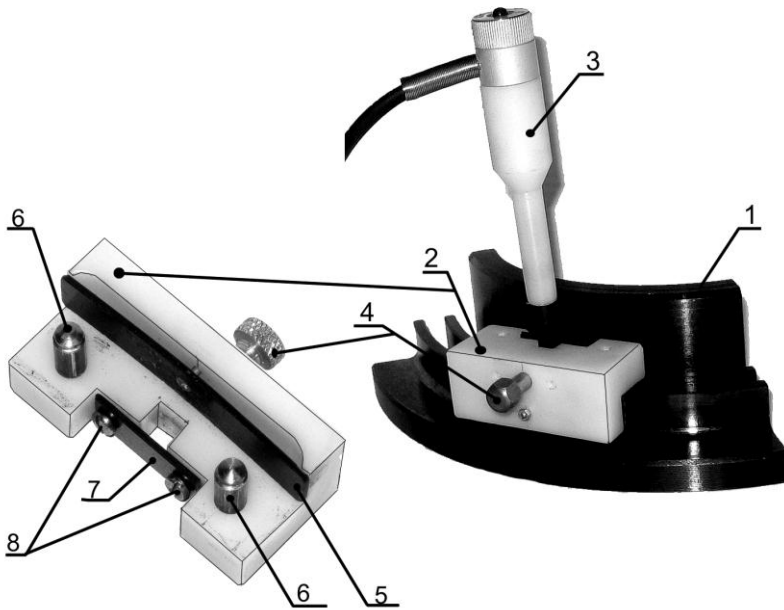
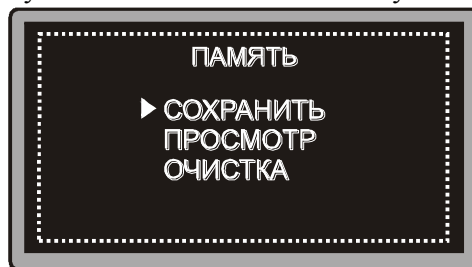

Рис. 6.9 Контроль паза П-образной формы
Рис. 6.10 Режим работы с памятью
6.11.1.1 Установить на бездефектный участок паза шкива (поз.1 рис.6.6) сканер (поз.2 рис.6.9) так, чтобы его резьбовые штифты с упорными роликами (поз.6 рис.6.9) располагались в пазу шкива, а упругая пластина (поз.5 рис.6.9) упиралась в наружную поверхность контролируемого шкива. При этом происходит упор роликов (поз.6 рис.6.10) во внешнюю стенку паза.
6.11.1.2 Вывернуть винт (поз.4 рис.6.9) так, чтобы он не препятствовал установке преобразователя в сканер.
6.11.1.3 Вставить преобразователь «Тип-Н» (поз.3 рис.6.9) в прямоугольный паз сканера до упора в дно паза шкива так, чтобы его рабочая сторона с меткой в виде белой черты была расположена к наружной стороне наружного паза. При этом преобразователь должен быть прижат при помощи пластины (поз.7 рис.6.9) к наружной контролируемой стенке паза. При отсутствии прижатия, положение преобразователя необходимо отрегулировать винтами (поз.8 рис.6.9)
6.11.1.8 Установить вновь сканер с преобразователем на бездефектный участок паза шкива, определенный по п.6.11.1.4, и с помощью винта (поз.4 рис.6.9) отвести преобразователь от контролируемой стенки на 0,1 мм. Для этого вращать винт (поз.4 рис.6.9) до упора в корпус преобразователя, затем повернуть на 30...40°.
6.11.1.11 Пять-семь раз выполнить пп.6.11.1.9, 6.11.1.10, изменяя каждый раз положение преобразователя при помощи винта на 30 - 40° (поз.4 рис.6.9).
6.15.2.1 Кнопками "↑", "↓" установить курсор на индикатор "ПАМ", нажать кнопку "←" и перейти в режим работы с памятью дефектоскопа (рис. 6.10).
6.15.3.1 Войти в меню «Память» по п.6.15.2.1 или п. 6.15.2.2. Кнопками "↑", "↓" установить курсор на строку "ОЧИСТКА" (рис. 6.10) и нажать кнопку "←". При этом на дисплее дефектоскопа появится предупреждающее сообщение "СТЕРЕТЬ?".